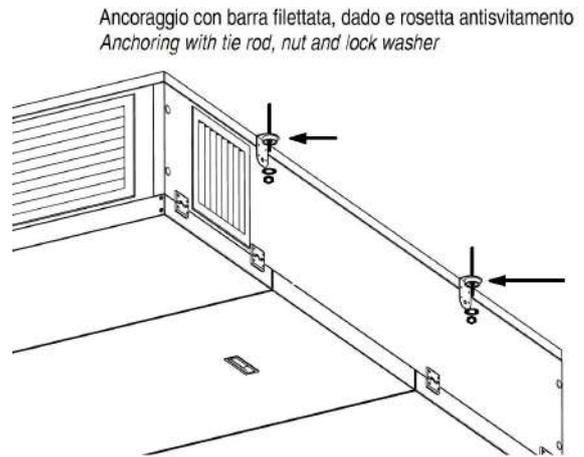

Fig.25
- Posizionare l'unità innestando le bocche circolari nei fori praticati sulla parete, e bloccarla serrando i bulloni di fissaggio; le staffe di ancoraggio sono già dotate di boccola antivibrante in gomma (Fig.25).
- Position the unit by inserting the circular mouths into the holes made on the wall, and lock it by tightening the fixing bolts; the anchoring brackets are already equipped with a rubber anti-vibration bushing (Fig. 25).